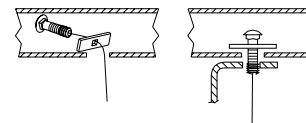

Figura 2.
①	Cant. (2)	Perno de carruaje 1/2-13 X 2.00	③	Cant. (2)	Arandela cónica 1/2"
②	Cant. (2)	Espaciador	④	Cant.(2)	Tuerca hexagonal 1/2-13
- Introduzca el perno de carruaje y el espaciador grande a través de las ranuras en la base de los largueros del bastidor usando los alambres de halar como se muestra en la Figura 2.